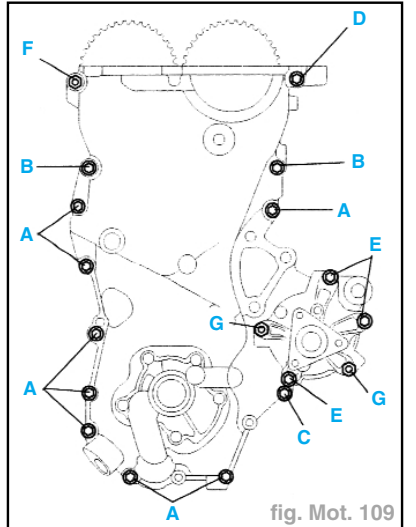

fig. Mot. 109
- Couple de serrage prescrit (fig. Mot. 109) :